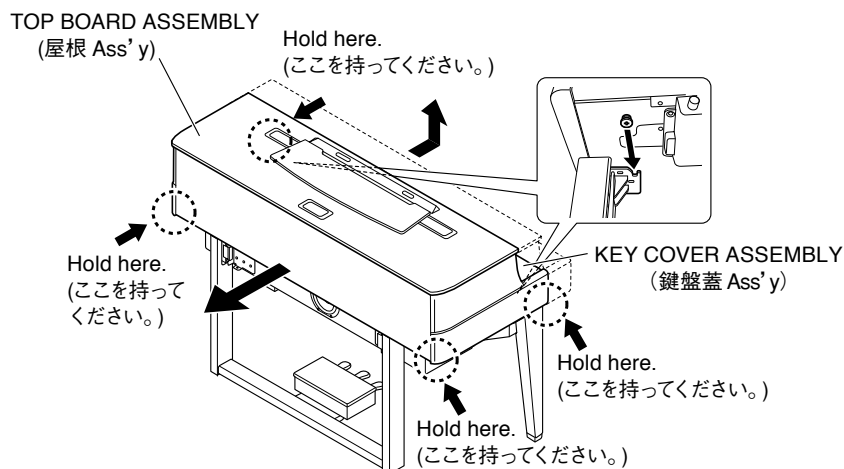

Fig. 20 (図 20)
- 21-7. Slide the main unit forward, lift it straight upward and place it on the cloth gently. (Fig. 20)
- 21-7. メインユニットを前方へスライドした後、真上に持ち上げて布の上に静かに置きます。(図 20)